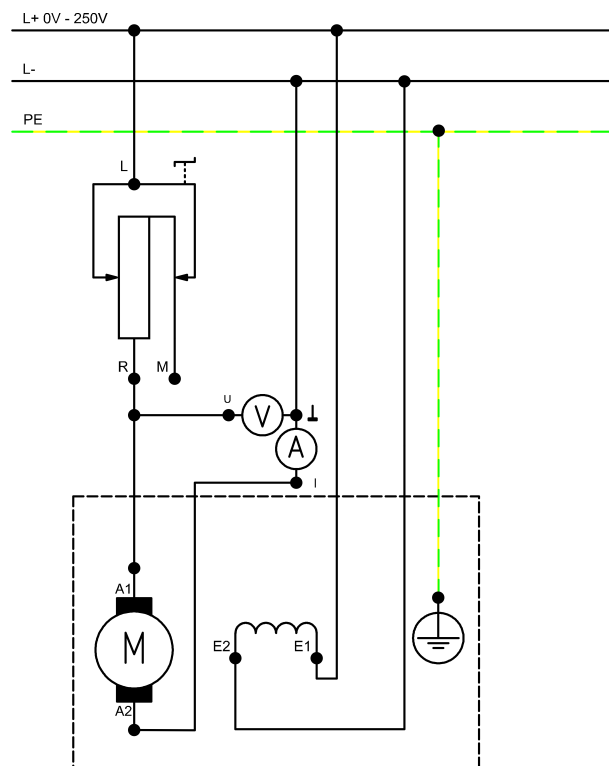

Abbildung 5: Schaltplan Gleichstromnebenschlussmotor
- Bauen Sie die Schaltung nach Schaltplan (Abbildung 5) auf!